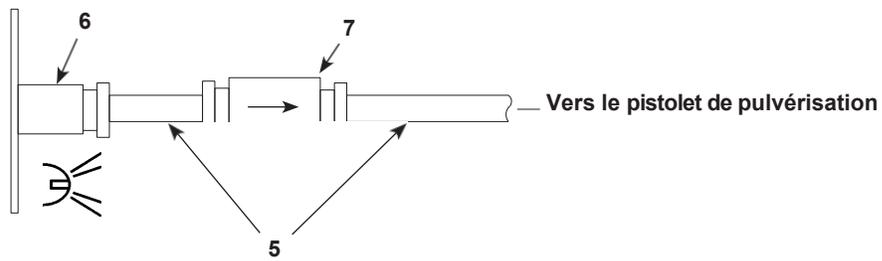

Figure 4 Valve de contrôle du débit et connexion de la tuyauterie de lavage à l'air
- a. Raccorder le tuyau noir de 6 mm (4) au raccord de déconnexion rapide de l'air de purge.
- b. Voir la figure 4. Connecter le tuyau transparent de 4 mm (5) et le régulateur de débit (7) fournis avec le système au connecteur de lavage d'air (6) du contrôleur du pistolet de pulvérisation, comme illustré.